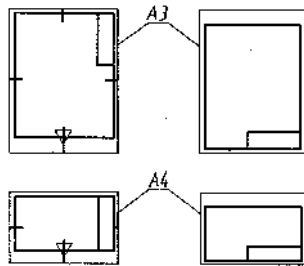

图 1
2) 如果利用预先已印制的图纸，出现 A4 图纸横放、其他图纸竖放且标题栏位于图纸右上角的情况时(图 1)，则必须在图纸的下边对中符号处画一个方向符号，以此作为看图方向。未用预先印制的图纸画图时，其标题栏和装订边的方位也必须采用图 1 的形式，而不可采用图 2 的形式(GB/T 4457.1—1984 中的旧标准是允许的)。